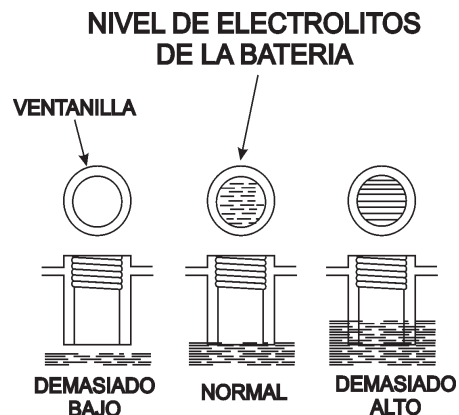

Figura 42. Nivles de líquido de la batería
- Revise la batería regularmente y asegúrese que cada nivel de electrolito esta al fondo de la ventanilla (Figura 42). Si es necesario agregue solamente agua destilada en un área bien ventilada.